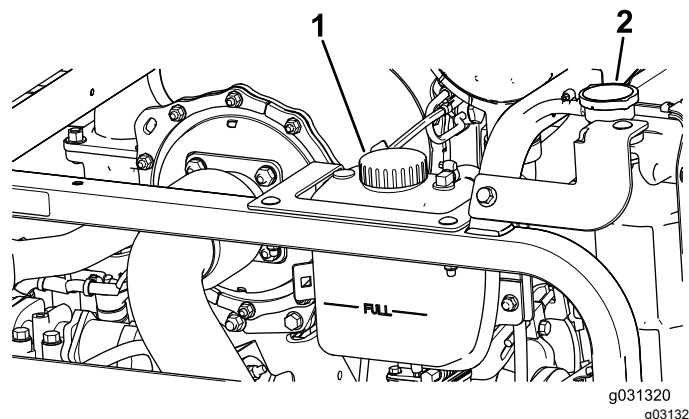

Figure 116
1. Retirez le bouchon du radiateur et le bouchon du vase d'expansion avec précaution (Figure 116).
2. Contrôlez le niveau de liquide de refroidissement dans le radiateur (Figure 116).